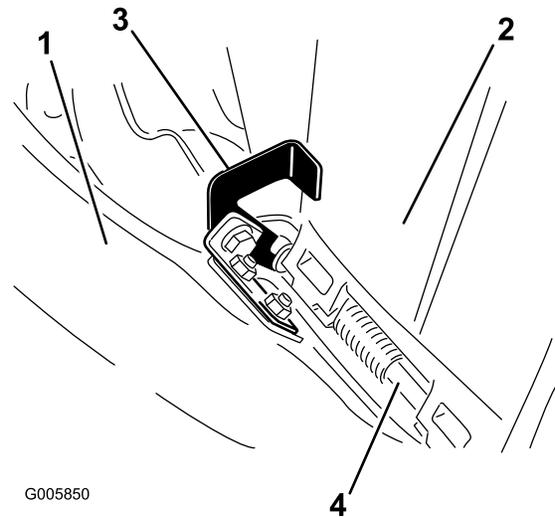

Figura 23
3. Enganche el cierre en forma de gancho del extremo superior del conducto alrededor de la varilla de pivote del deflector, según se muestra en (Figura 23).